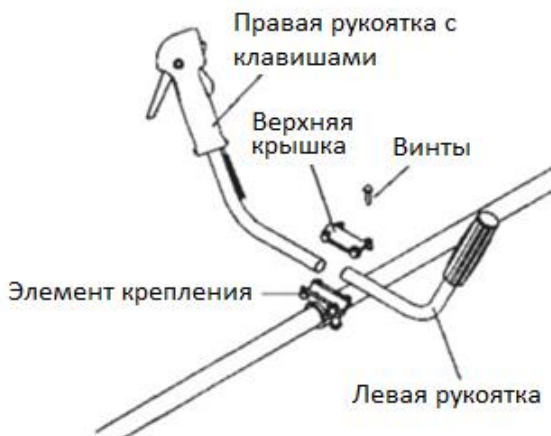

Рис. 2
3. Установите рукоятки на крепление, затем верхнюю крышку и затяните винтами (Рис.2).